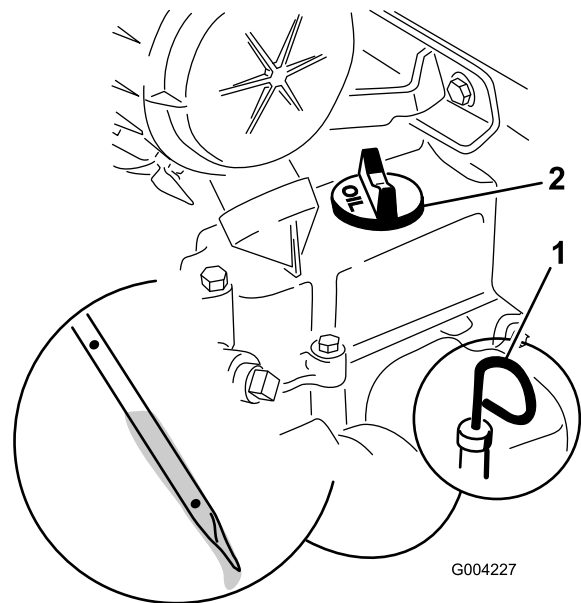

Рисунок 32
4. Очистите область вокруг масломерного щупа (Рисунок 32).
5. Вытяните масломерный щуп и вытрите металлический конец насухо (Рисунок 32).
6. Вставьте щуп в масломерную трубку до упора (Рисунок 32).
8. Если уровень масла слишком низкий (ниже отверстия в нижней части), очистите область вокруг крышки маслозаливной горловины и снимите крышку (Рисунок 32).
- Снимите крышку маслозаливной горловины (Рисунок 32) и медленно залейте примерно 80% от указанного количества масла через крышку клапана.